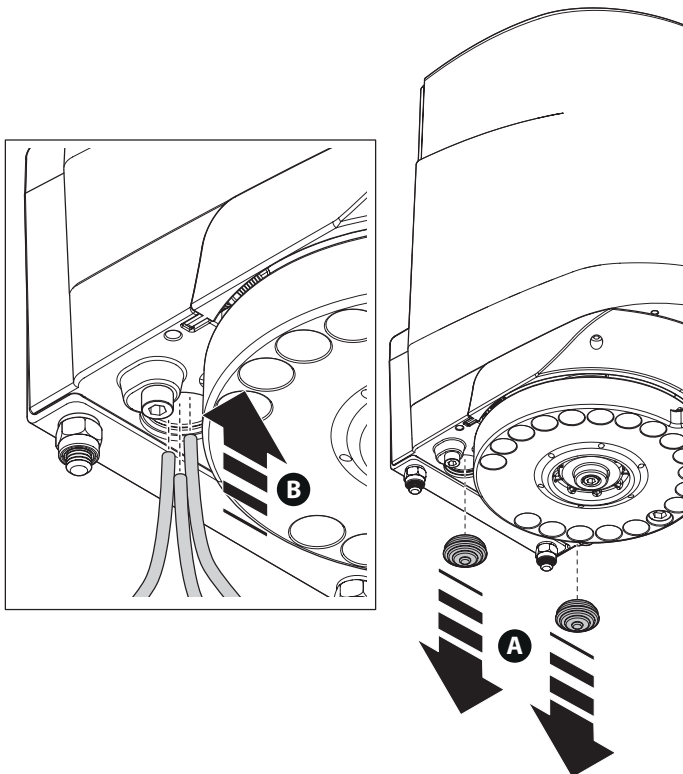

Fig. 22
02. Aflojar el prensaestopas del motorreductor e insertar los cables de conexión **fig. 22**;